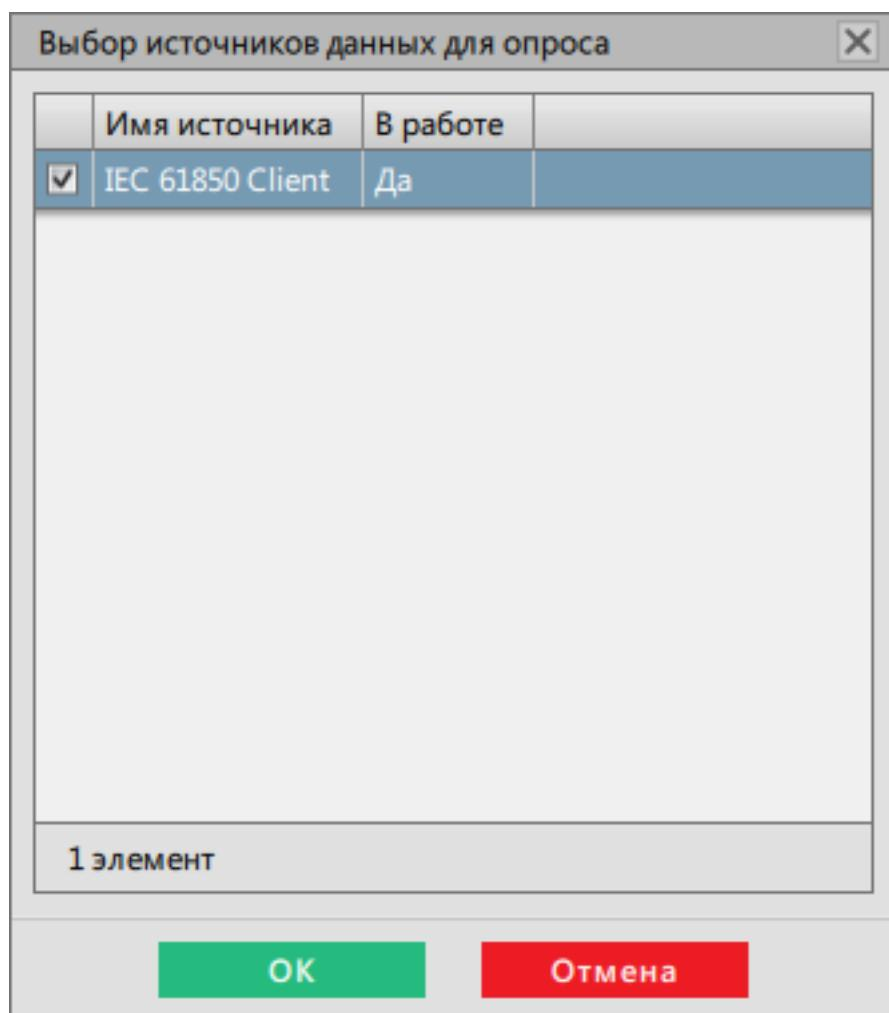

Рисунок 209 - Выбор источников данных для опроса
16. Выберите источник данных для опроса из п.3 и нажмите **OK** (Рисунок 209).